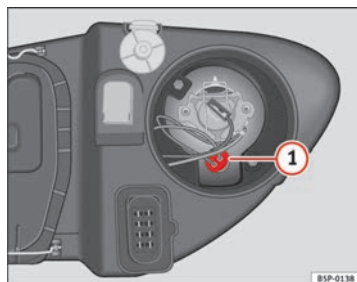

Fig. 188 Luci di posizione
- Estrarre il portalampe ⇒ fig. 188 **1** verso l'esterno.